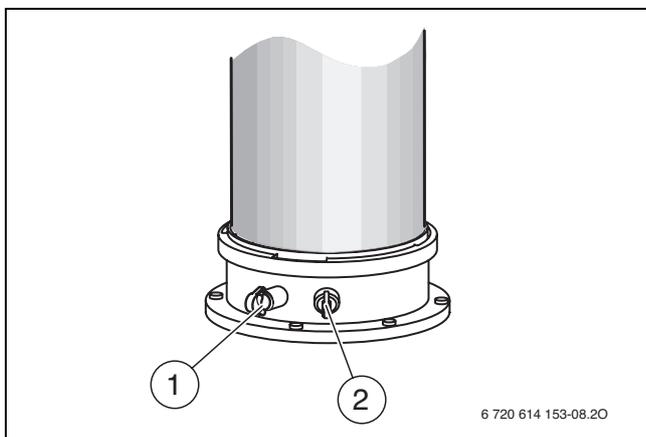

Bild 70
- ▶ Stopfen am Verbrennungsluft-Messstutzen [2] entfernen (→ Bild 70).
- ▶ Stopfen am Abgassmessstutzen [1] entfernen (→ Bild 70).